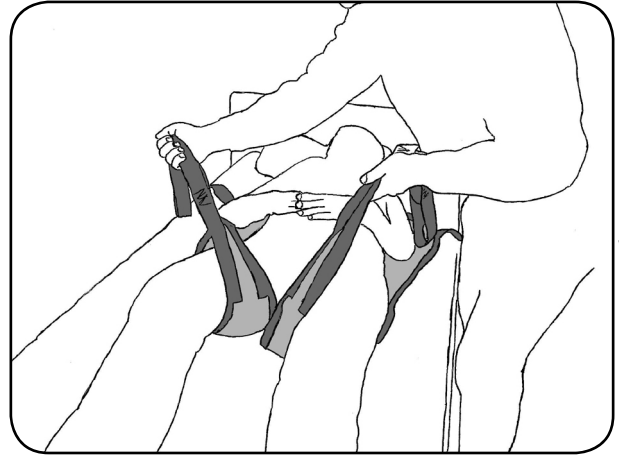

Abb. 9.03 - Beinstützen zwischen den Beinen des Patienten positioniert
7. Drehen Sie den Patienten wieder auf den Rücken und ordnen Sie die Beinstützen zwischen den Beinen des Patienten an (Abbildung 9.03). Achten Sie darauf, dass die Beinschlaufen gleich lang sind. Die Schulerschlaufen liegen jeweils im Bereich der rechten und linken Schulter.